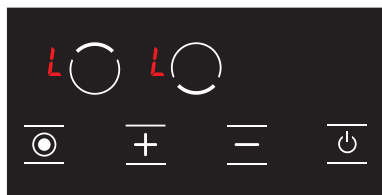

Abbildung 17
1. Wenn der Herd eingeschaltet und die Tastensperre aktiv ist, erscheint das Symbol  auf dem gesamten Bildschirm. (siehe Abb. 17) Wenn eine heiße Kochplatte vorhanden ist, werden die Symbole  und  abwechselnd auf dem Bildschirm angezeigt. Nur mit der  Taste kann der Herd ein- und ausgeschaltet werden.